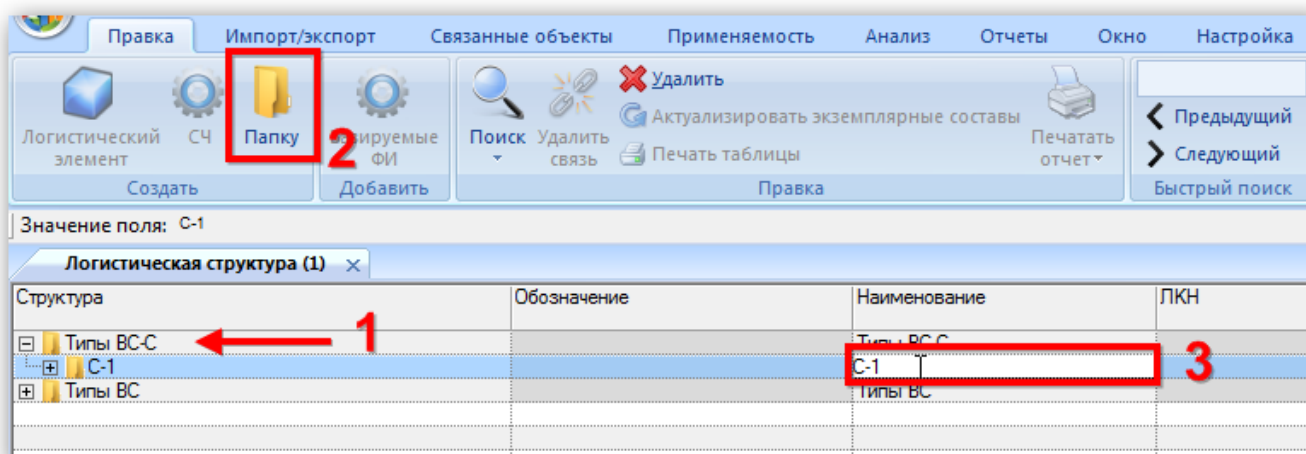

Рис. 10-10 – Создайте подпапку
4) При необходимости создать подпапку, для этого выбрать папку (1 на рис. 10-10) и нажать кнопку «Папку» панели «Создать» (2 на рис. 10-10).
5) Ввести наименование подпапки (3 на рис. 10-10).